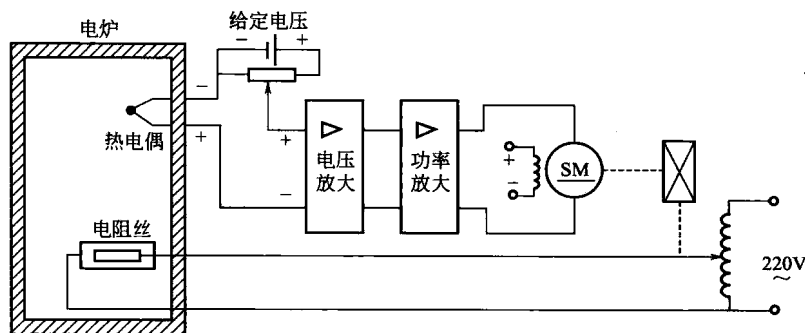

图 1-11 炉温自动控制系统原理图
6. 图 1-11 为炉温自动控制系统的工作原理图。分析系统的工作原理，指出被控对象、被控量和给定量，画出系统方框图。